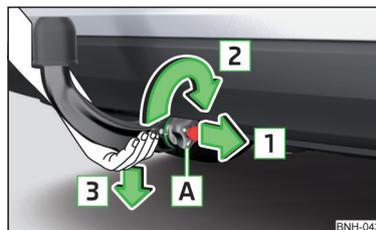

Fig. 138
- Prenez la boule d'attelage **par le bas** » fig. 138.